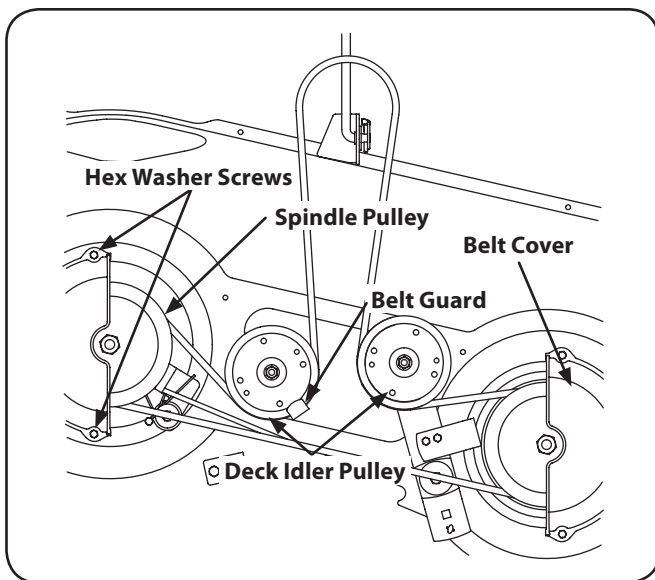

Figura 7-7
2. Retire la cinta cubre quitando los tornillos hexagonales que sujetan lavadora a la cubierta. Véase la Figura 7-7.
3. Retire la cinta cubre quitando los tornillos hexagonales que sujetan lavadora a la cubierta. Véase la Figura 7-7.
5. Retire con cuidado la cinta de cubierta de alrededor de las dos poleas del husillo y las dos poleas polea tensora de la cubierta. Véase la Figura 7-7.
6. Para colocar la correa nueva, empieza haciendo que el cinturón alrededor de las dos poleas exterior del huso, como se muestra en la Figura 7-7.
7. Luego, la cinta de ruta alrededor de las dos polines poleas de la cubierta como se muestra en la Figura 7-7.